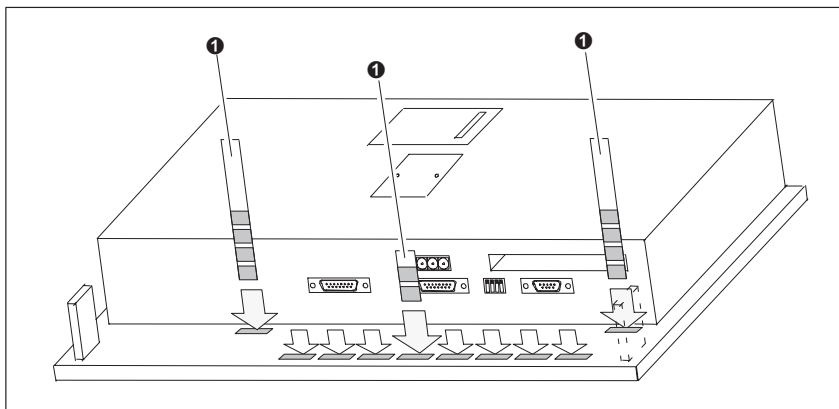

Figura 16-3 Introducir las tiras de rotulación
3. Introduzca la nueva tira **1** con la rotulación hacia abajo en la ranura de la cara posterior de la placa frontal (véase la figura 16-3).